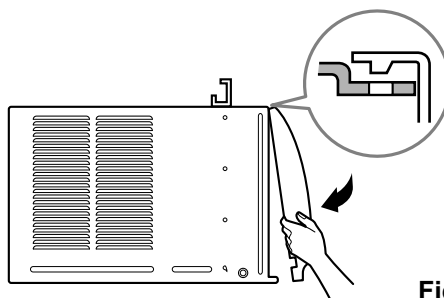

Fig. 10
13. Agregue la parrilla frontal al gabinete insertando las pestañas en la parrilla dentro de las pestañas del frente del gabinete. Empuje la parrilla hasta que se fije en el lugar. (ver Fig.10)